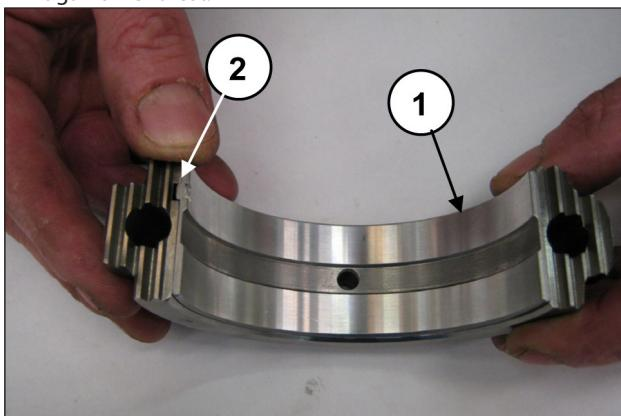
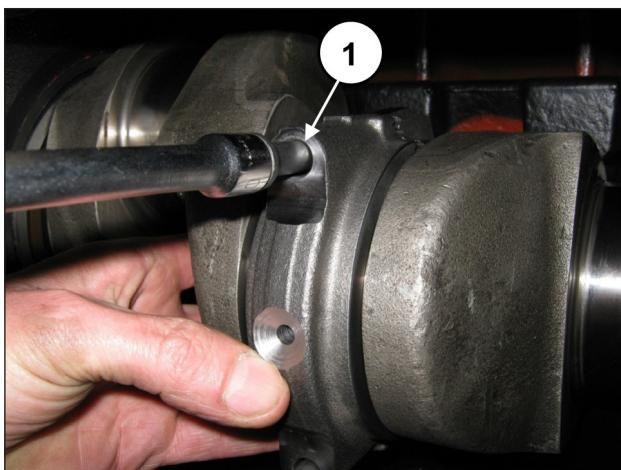

Abb. 69
Abb. 70
Montieren Sie die unteren Lagerschalen an die Pleueldeckel (Pos. ①, Abb. 69) und vergewissern Sie sich dabei, dass die Bezugsmarkierung der Lagerschalen in der entsprechenden Aufnahme am Deckel zu liegen kommt (Pos. ②, Abb. 69). Befestigen Sie die Pleueldeckel mit den Schrauben (M10x1.5x80, Pos. ①, Abb. 70) an Pleuelhälften.